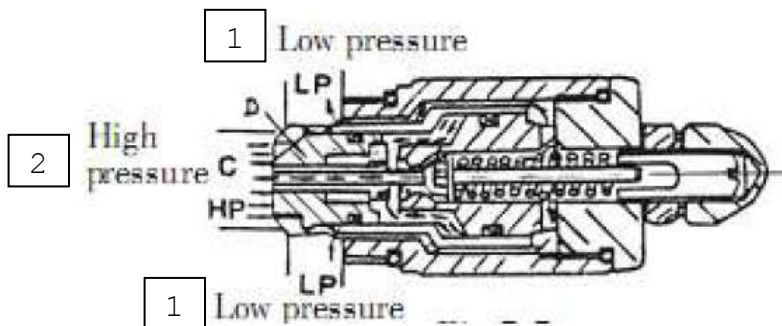

Рис. 3-6-8:
(3) Когда открывается управляющий тарельчатый клапан "Е", давление за тарельчатым клапаном "С" падает, из-за чего тарельчатый клапан "С" перемещается в седло на управляющий тарельчатый клапан "Е". В результате этого масло, протекающее за тарельчатым предохранительным клапаном "D", перекрывается и давление на внутренней стороне снижается (см. Рис. 3-6-8).